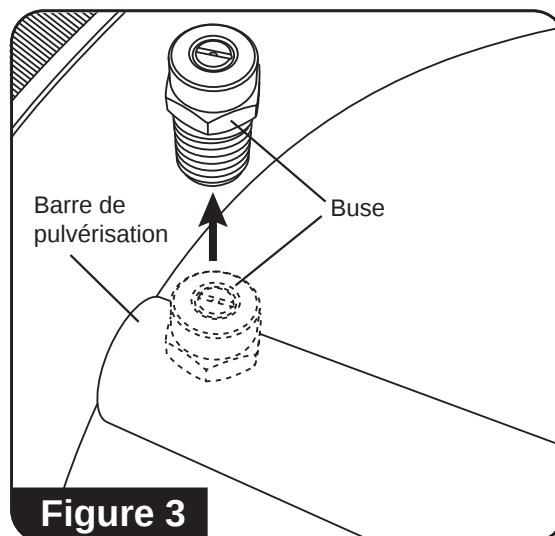

Figure 3
3. À l'aide d'une clé de 14 mm (non incluse), retirez les deux buses de la barre de pulvérisation (**Consultez la figure 3**).